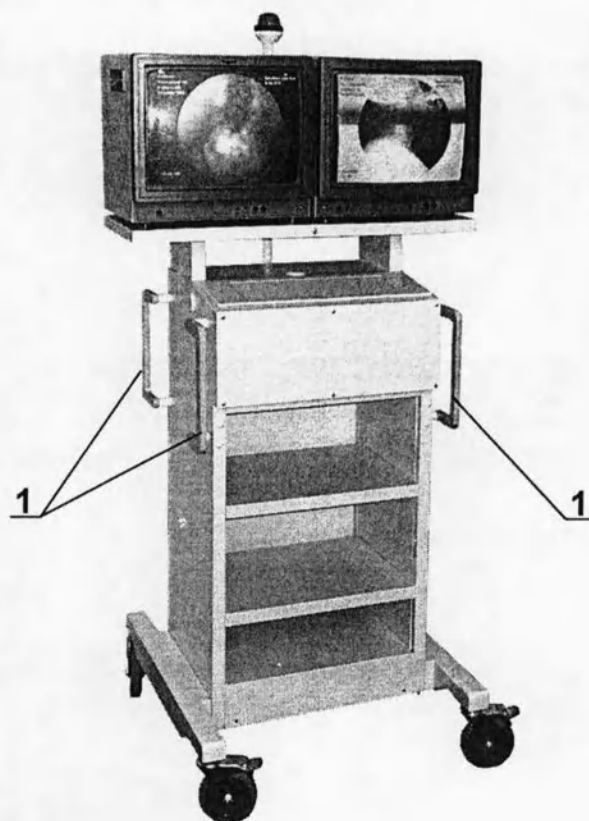
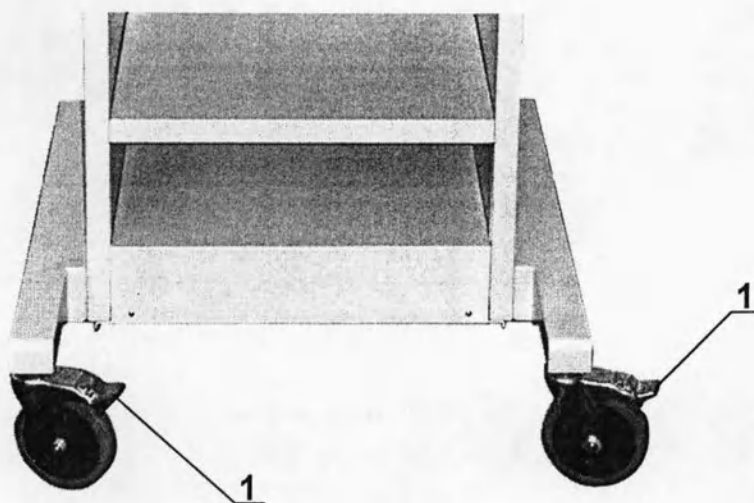

Рис. 2.16. Стойка мониторов.
Рис. 2.17. Передние колеса стойки мониторов.
Стойка мониторов представляет собой вертикальную тумбу (на 4 колесных опорах), с расположенными на ней 2-мя мониторами и отсеками, для размещения дополнительного оборудования и вспомогательных материалов (рис.2.16). Два передних колеса стойки мониторов снабжены механизмом торможения, для предотвращения самопроизвольного перемещения стойки (рис.2.17).
- **Отключите тормоза** 2-х передних колес нажатием носком ноги (вверх, от себя) на плоский рычажок, расположенный над каждым колесом (рис.2.17, поз.1).
- **Возьмитесь за ручки** стойки (рис.2.16, поз.1) со стороны, наиболее удобной для предполагаемого перемещения (с целью тянуть/толкать стойку).
- **Включите тормозной механизм 2-х передних колес** нажатием носком ноги (вниз, на себя) на плоский рычажок, расположенный над каждым колесом (рис.2.17).